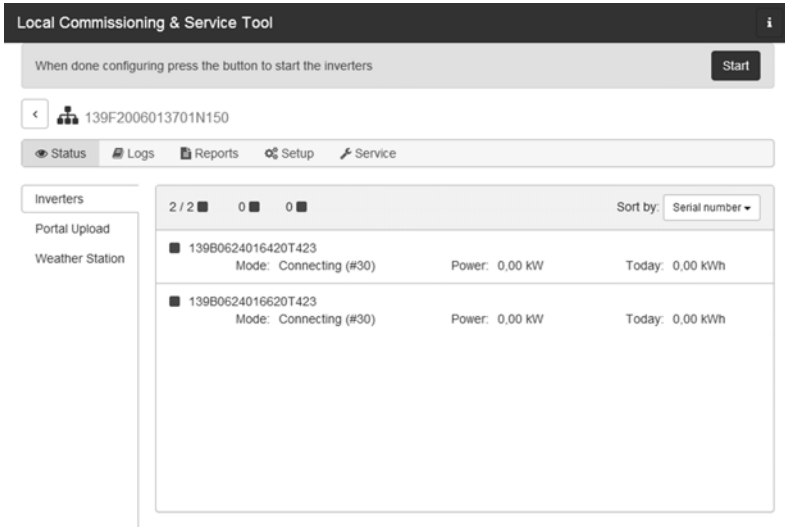

Figure 14: LCS-Tool - liste de tous les onduleurs connectés au SMA Inverter Manager
11. Un carré vert identifie les onduleurs mis en service. Cependant, les onduleurs ne se connectent pas au réseau tant que l'ordre de démarrage **[Start]** n'a pas été émis dans la barre située en dessous du menu de démarrage (voir figure 14).